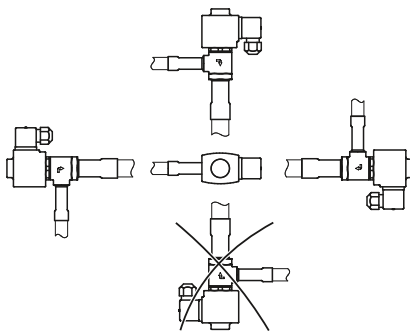

Рис.3. Пространственное положение
- Конструкция клапана предусматривает возможность его установки в любом пространственном положении, кроме положения катушкой вниз (рис. 3).